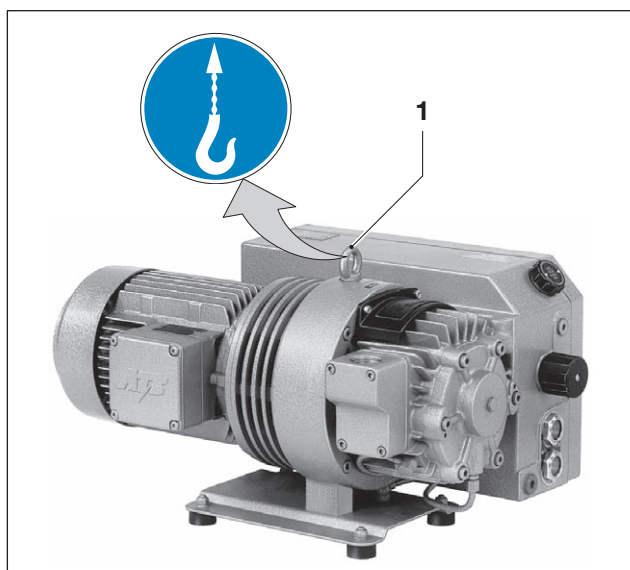

Fig. 1 Lyfta och transportera
- a) Dra åt lyftbultarna (Fig. 1/1) ordentligt.